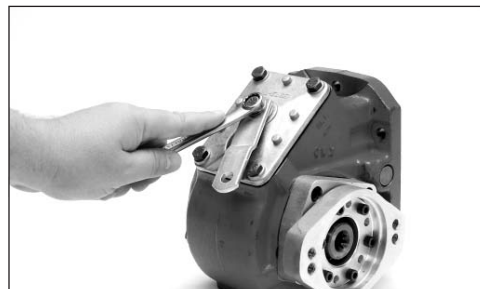

Fig. 7
11. Será necessário girar a alavanca de mudança da TDF 180° a partir da posição em que fica normalmente (Fig. 7 & 8).